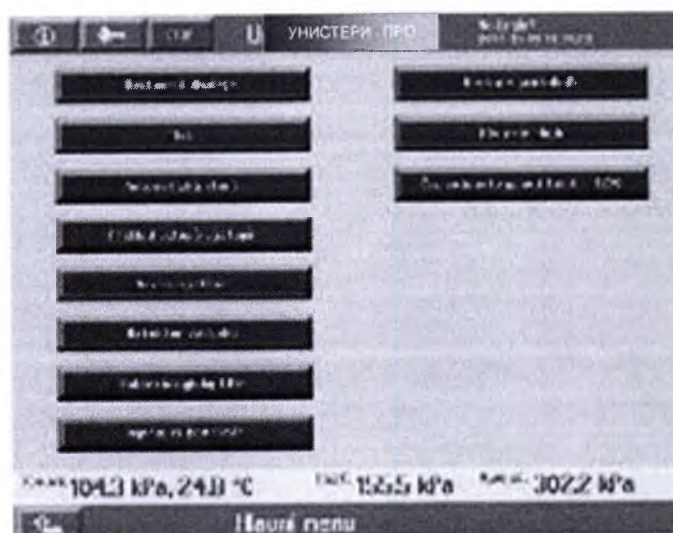

Рисунок 49 Автоматическое отключение стерилизатора
- Нажмите кнопку меню «Время авт. выключения» рисунок 49.